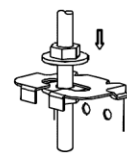

Fig. 5-7
- Dopo la corretta regolazione del corpo dell'unità fissarlo in posizione serrando le viti di montaggio. (Vedere fig. 5-7.)